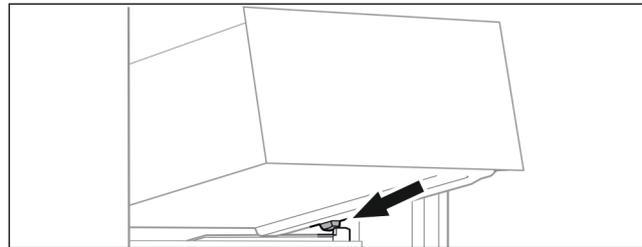

Fig. 22
- ▶ Schubfach schräg hinter den Stopperrn auf die Behälterrippe aufsetzen Fig. 22 ().